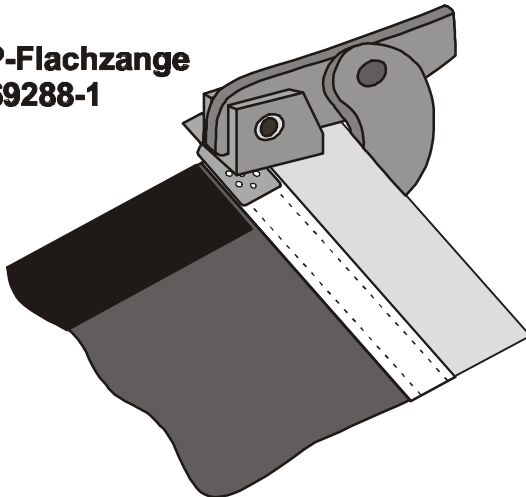

Abb. 1: Aufpressen der Flachklemme
1. Termi-Foil über den Kupferstreifen des Flächenheizleiters schieben, (Entfernen der Isolierfolie ist nicht erforderlich!) mit Zeigefinger und Daumen zusammendrücken, bis Termi-Foil in seiner Lage fixiert ist und mit Spezialzange AMP Nr. 69 288-1 aufpressen. (Abb. 1) Termi-Foil so aufbringen, dass die Seite mit Klemm-Öse auf der Kupferbandseite des Heizleiters liegt.